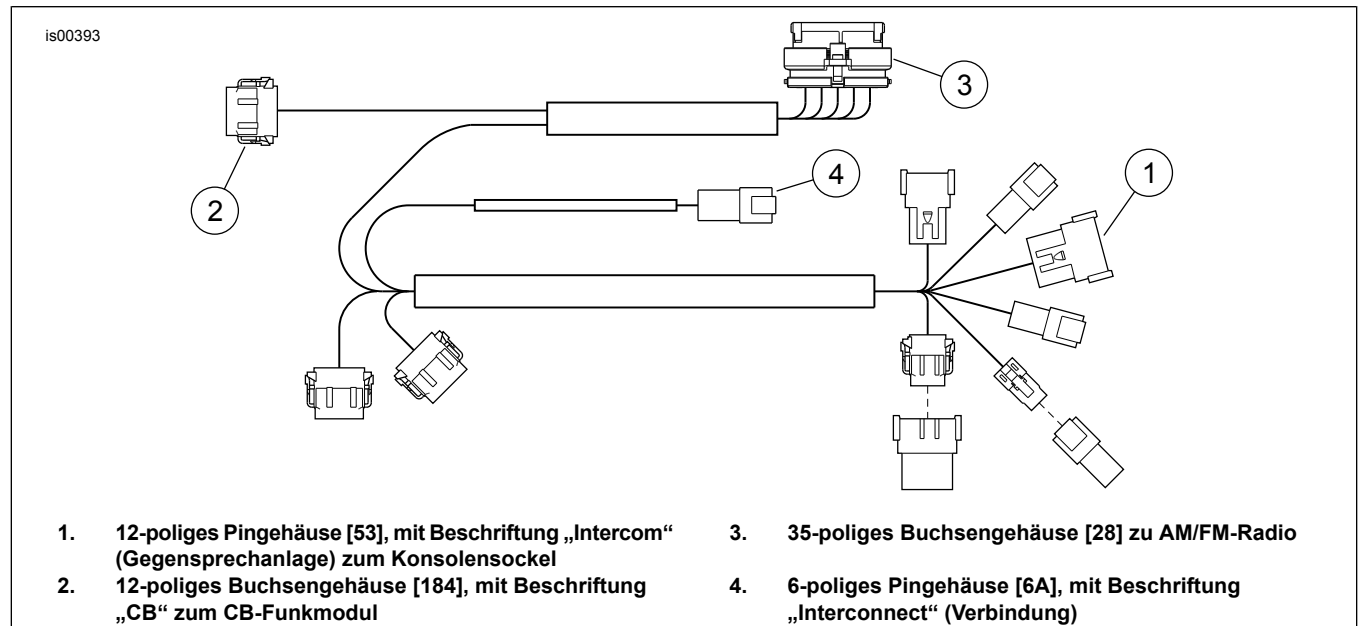

Abbildung 2. Nicht-Ultra-Überlagerungskabelbaum
10. Den Überlagerungskabelbaum (einzeln erhältlich) bereitlegen (sofern noch nicht eingebaut). Siehe Abbildung 2.
- a. Das 12-polige Pingehäuse (1) des Überlagerungskabelbaums mit der Beschriftung „Intercom“ [53] (Gegensprechanlage) am Buchsengehäuse vom Konsolensockel anschließen.
- b. Das 12-polige Buchsengehäuse (2) des Überlagerungskabelbaums mit der Beschriftung „CB“ [184] am Pingehäuse von der Rückseite des CB-Funkmodul anschließen.
- c. Das 35-polige Radio-Buchsengehäuse [28] (3) an das AM/FM-Radio anschließen.
- d. Den Verbindungskabelbaum-Audiosteckverbinder [6B] in der Nähe der Radiorückseite finden. Das 6-polige Pingehäuse [6A] (4) auf dem Überlagerungskabelbaum an das Buchsengehäuse [6B] anschließen.